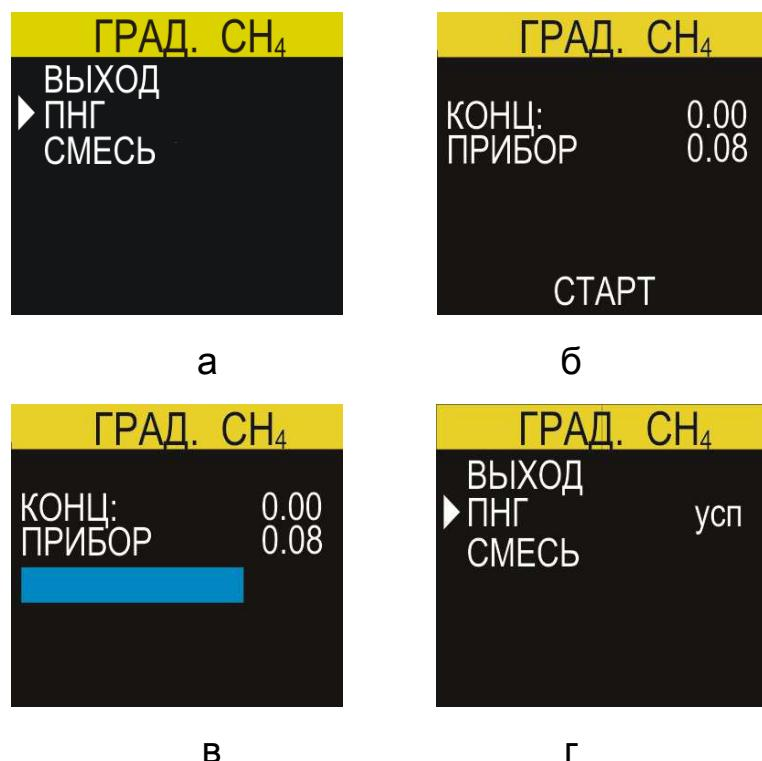

Рисунок 17. Меню градуировки метана. Выставление "нуля"
3.1.5 Далее необходимо произвести калибровку "нуля". Для чего выбрать в меню градуировки строку "ПНГ" и нажать кнопку "ОК" (рис.17а). На дисплее отобразится содержание метана в ПНГ-азот ("КОНЦ.") и текущие показания прибора по каналу метана ("ПРИБОР") - см.рис.17б.
равному утроенному значению $t_{0,9}$ для выбранного газа (для метана - 90 сек, для остальных газов - 180 сек) до тех пор, пока не исчезнет полоса загрузки (рис.17в), а дисплей не вернется на первый этап градуировки (рис.17г).